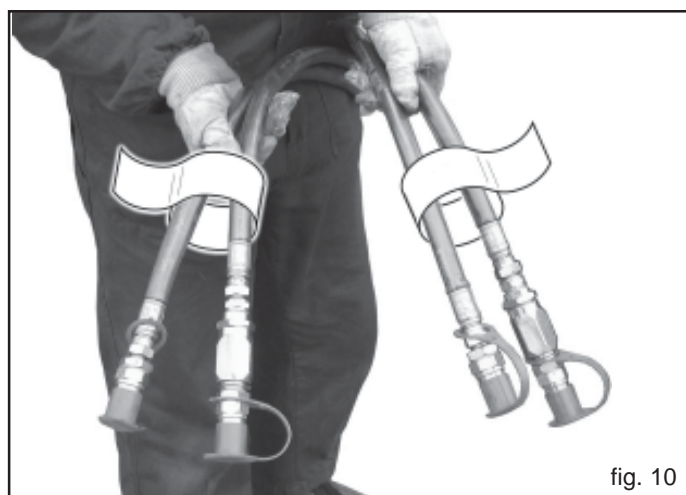

fig. 10
- 5) Conecte correctamente los tubos hidráulicos a los distribuidores del tractor, siguiendo las indicaciones presentes en cada tubo (Fig. 10).
Tales piezas son accionadas por cilindros hidráulicos bidireccionales, independientes entre sí. Para regular la velocidad de subida y bajada de los bastidores laterales hay que regular la válvula situada en cada tubo hidráulico de alimentación, tal como se indica en el capítulo 3.1. (Fig. 10).